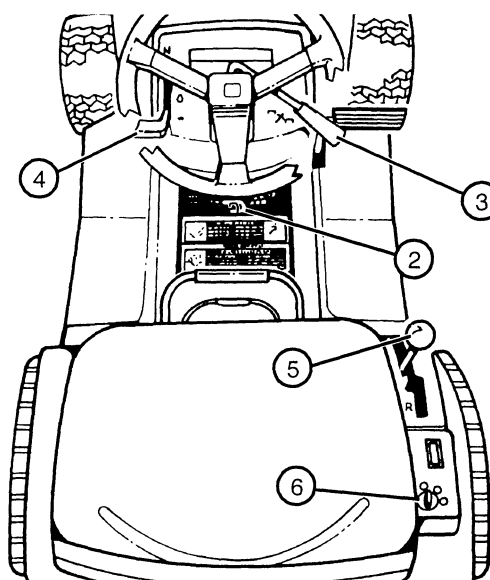

FIGURA 17
- Mueva la palanca de velocidades a la posición neutral (N).
- Mueva la palanca de la transmisión de las cuchillas (3) hacia atrás, a la posición de apagado. (vea la Figura 17)
- Ponga el freno de estacionamiento (2).
- Mueva la palanca de aceleración (4) hacia atrás a la posición inferior. Deje funcionar el motor en aceleración baja por unos cuantos segundos.
- Gire la llave de encendido (6) a la posición de apagado.
- Mueva la palanca de velocidades (5) a la posición N (neutral). (vea la Figura 17)
- Suelte el freno de estacionamiento (2).